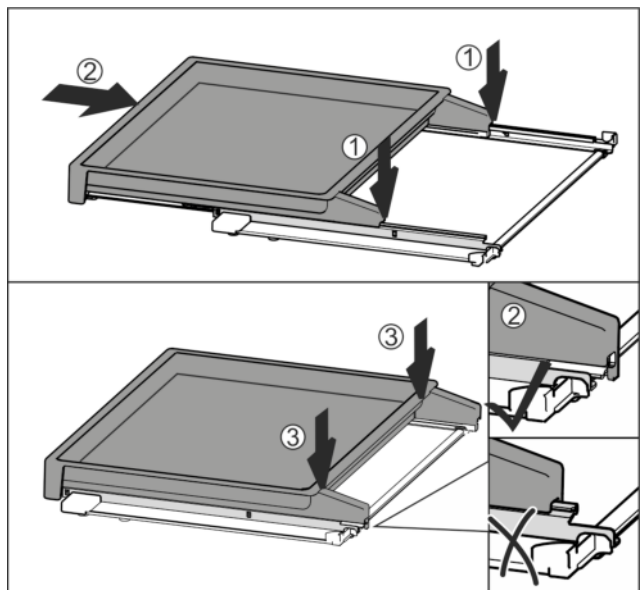

Fig. 97
- Mittig auf Schienen aufsetzen Fig. 97 (1).
- Auszugsbord vollständig einschieben Fig. 97 (2).
- An hinterer Seite drücken bis es hörbar einrastet Fig. 97 (3).